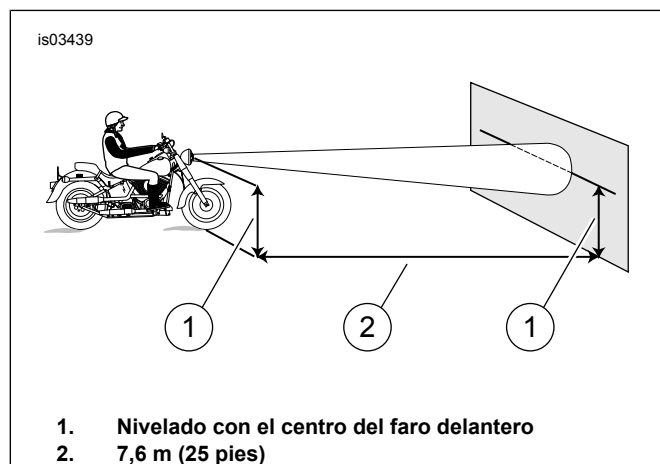

Figura 7. Ajuste del faro delantero
3. Vea Figura 7. Coloque la motocicleta a 7,6 m (25 pies) de una pantalla o pared. Mida la distancia desde un punto directamente debajo del eje delantero a la base de la pared o pantalla.